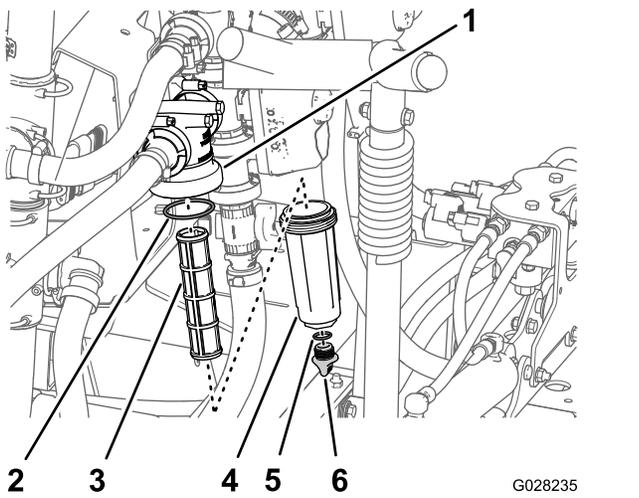

Figura 104
2. Coloque un recipiente de drenaje debajo del filtro de presión (Figura 104).
3. Gire el tapón de vaciado en sentido antihorario y retírelo de la cubeta del filtro de presión (Figura 104).
4. Enrosque la cubeta en sentido antihorario y retírela de la cabeza del filtro (Figura 104).
5. Retire el elemento usado del filtro de presión (Figura 104).
6. Inspeccione la junta tórica del tapón de vaciado (situada dentro de la cubeta) y la junta tórica de la cubeta (situada dentro de la cabeza del filtro) en busca de daños o desgaste (Figura 104).
7. Instale el elemento nuevo del filtro de presión en la cabeza del filtro (Figura 104).
8. Instale la cubeta en la cabeza del filtro, y apriétela a mano (Figura 104).
9. Instale el tapón en la cubeta, y apriételo a mano (Figura 104).